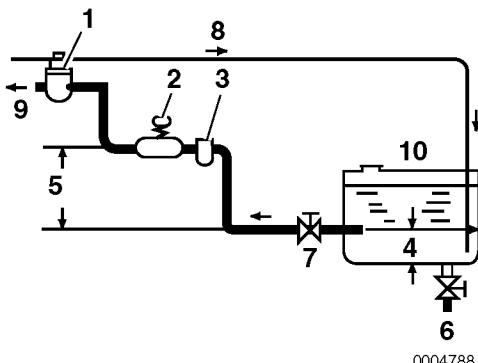

Figura 3
Instale a linha de combustível do depósito de combustível para a bomba de injeção de combustível como mostrado em **Figura 3**. O separador de combustível / água recomendado (**Figura 3, (3)**) (opcional) está instalado na secção central dessa linha.